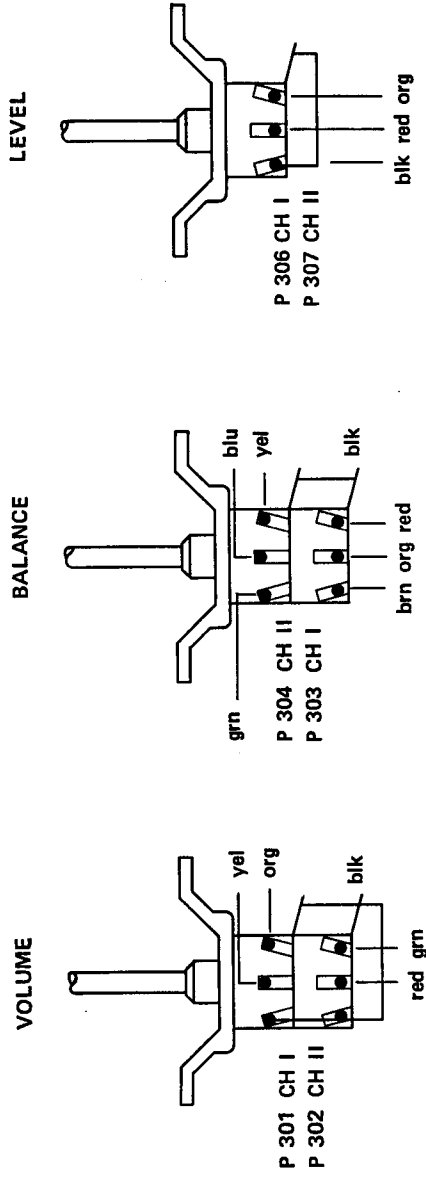

Bild 3.11.-15
- Befestigungsschrauben von unten lösen. (Bild 3.11.-15.)